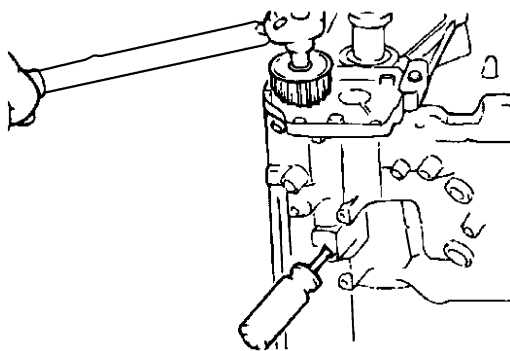

图 31-64 紧固螺母
9) 安装机油泵轮，按规定力矩拧紧螺母，如图 31-64 所示。机油泵轮螺母紧固力矩为 $50 \sim 60 \text{ N} \cdot \text{m}$ 。